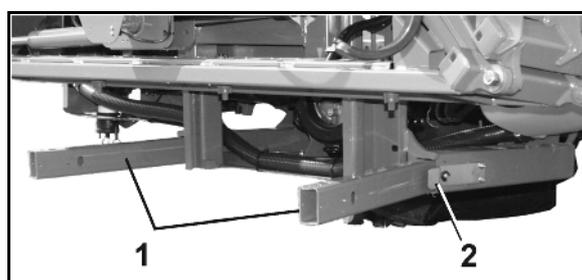

Fig. 38
- Débloquez le verrouillage (Fig. 38/2) avant de remiser la machine et de sortir les béquilles (Fig. 38/1).